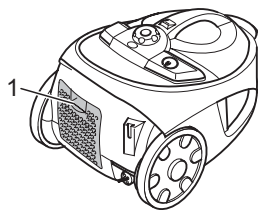

Abb. 19
2. Drücken Sie die Verriegelung (Abb. 19/1) zum Öffnen der Ausblasfilter-Abdeckung nach unten und entnehmen Sie die Abdeckung.